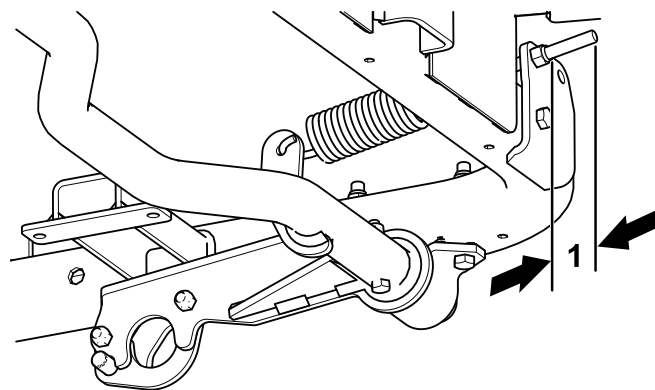

Рисунок 19
- A. Снимите болт и шайбу, которые крепят тягу к шарнирной трубе (Рисунок 19).
- B. Поворачивайте шаровую опору, показанную на Рисунок 19, так, чтобы изменить длину тяги следующим образом: